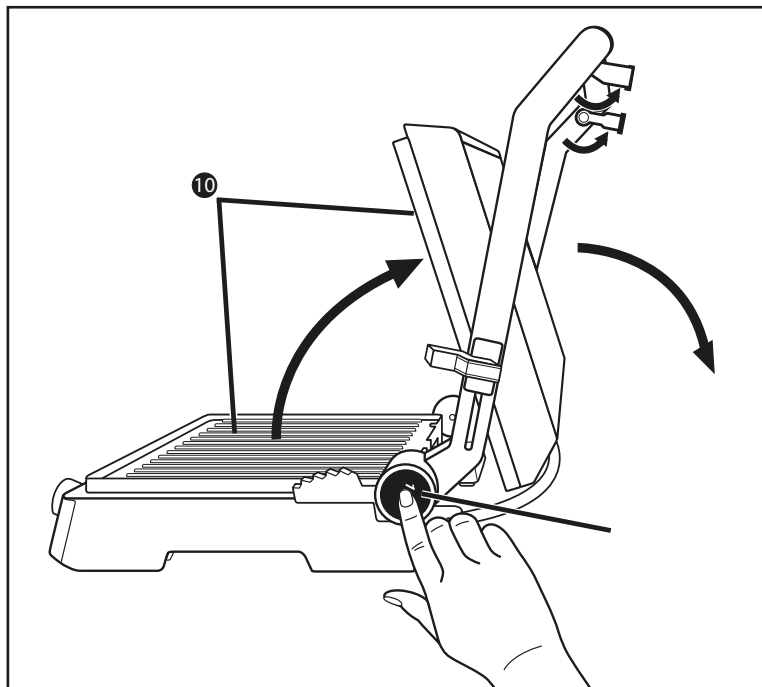

Fig. 1
- 1) Klap de to støttefødder **1** ud (fig. 1).
- 2) Tryk på oplåsingsknappen 180° **3** (fig. 1) og åbn produktets låg helt, så begge varmeplader **10** kan bruges som bordgrill.